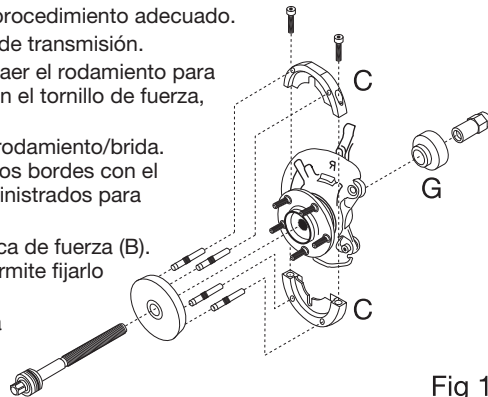
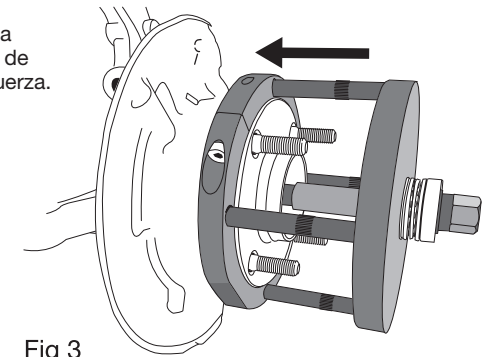
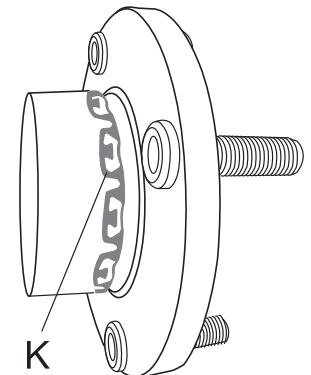

Fig 1
Fig 3
Fig 4
- Monte las abrazaderas de extracción (C) en el rodamiento/brida. Consulte la ilustración (Fig. 1). Procure alinear los bordes con el sensor ABS. Use los tornillos de ajuste (D) suministrados para asegurar el montaje.
- Monte los cuatro pernos de fuerza (E) en la placa de fuerza (B). La junta tórica de goma del perno de fuerza permite fijarlo en el vaso de la placa de fuerza.
- Por detrás, monte el adaptador de extracción (G) en el extremo del tornillo de fuerza. El extremo de cuello hacia el tornillo de fuerza (consulte la Fig. 1).
- Fije la herramienta montada con la tuerca del tornillo de fuerza (F). El extremo roscado largo de la tuerca de fuerza se introduce en el tornillo de fuerza (consulte la Fig. 1).
- Para extraer el rodamiento/brida, sujete la tuerca de fuerza (F) con firmeza con una llave de 30 mm mientras gira el tornillo de fuerza con un vaso de 22 mm en una barra de rotura o una carraca larga. (No use herramientas de aire).
- Consulte la Fig. 3: Coloque el conjunto de pernos/placa de fuerza en las abrazaderas y ajuste el tornillo de fuerza principal a través del conjunto de pernos/placa de fuerza.
- Por detrás, monte el adaptador de inserción (I) por el extremo del tornillo de fuerza de forma que quede asentado en el borde exterior de la parte posterior del soporte del cubo.
- Fije la herramienta montada con la tuerca del tornillo de fuerza (F). El extremo roscado largo de la tuerca se introduce en el tornillo de fuerza (consulte la Fig. 1).
- Para introducir el rodamiento/brida, sujete la tuerca de fuerza (F) con firmeza con una llave de 30 mm mientras gira el tornillo de fuerza con un vaso de 22 mm en una barra de rotura o una carraca larga. (No use herramientas de aire).
- Gire el tornillo de fuerza hasta que el rodamiento/brida quede totalmente asentado en su posición. Si está instalado, compruebe que las espigas del anillo de retención con mordazas (K) estén correctamente asentadas en la ranura de retención. Consulte la Fig. 4.